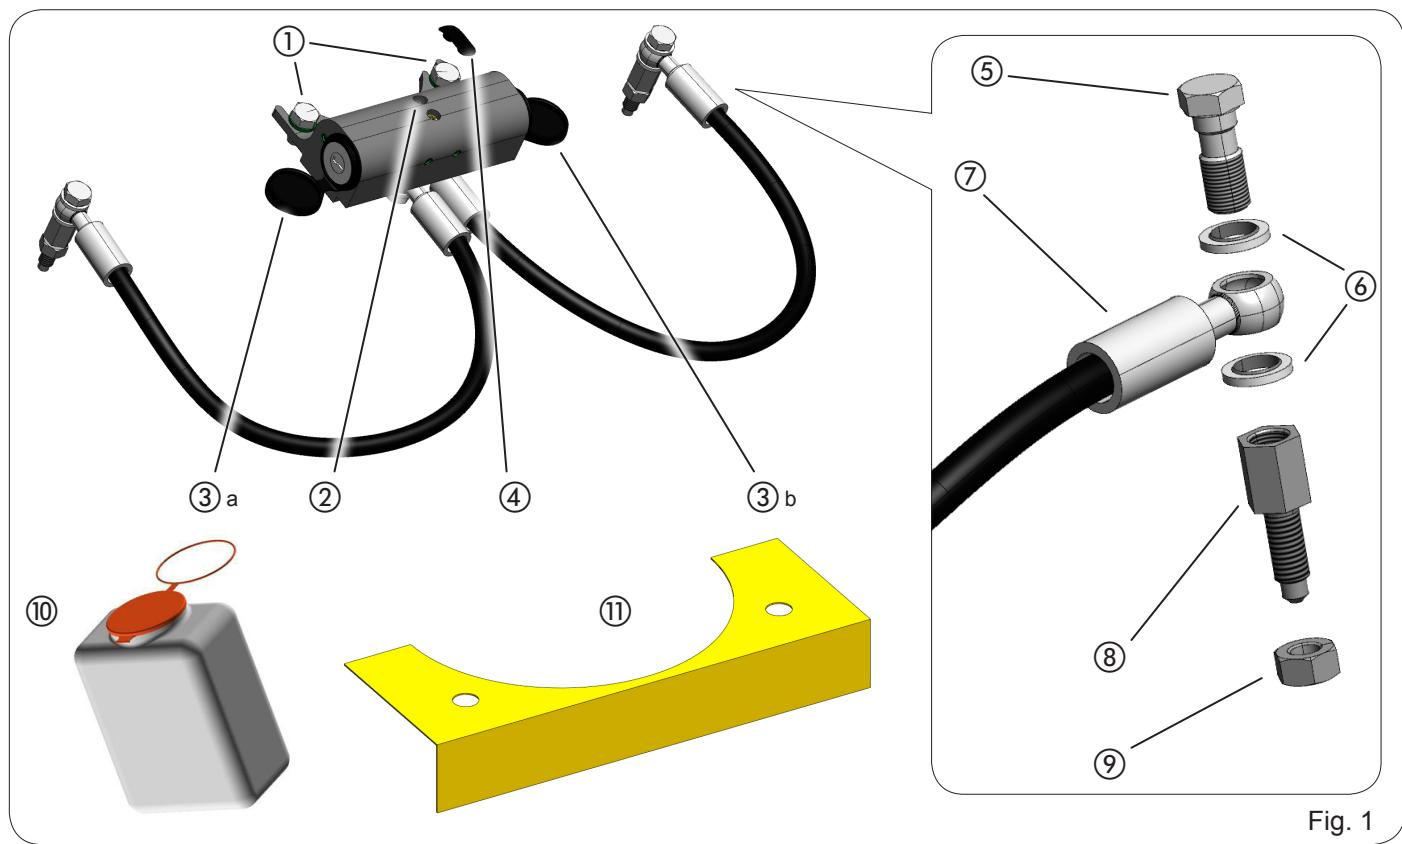

Fig. 1
La descripción de los componentes del desbloqueo hace referencia a la Fig. 1
De beschrijving van de onderdelen van de ontgrendeling betreft Fig. 1
- Retire los racores de purga instalados en el operador y seguidamente conecte los racores suministrados con el sistema de desbloqueo (Fig. 6 ref. ② y Fig. 1 ref. de ⑤ a ⑨), atornillándolos con un par de apriete máximo de 20Nm y sin apretar completamente el conjunto racor/contratuercas en la brida. Una vez fijado el racor, apriete la contratuercas (ref. Fig. 7).
- Conecte el tubo de aceite provisto de las dos juntas y del racor (siguiendo el orden indicado en la Fig. 1, ref. de ⑤ a ⑨ y Fig. 7).
- Verwijder de ontluchtingsaansluitingen die op de aandrijving zijn geïnstalleerd, en sluit de bij het ontgrendelingssysteem geleverde aan (Fig. 6 ref. ② en Fig. 1 ref. ⑤ tot ⑨), en draai ze vast met een koppel van maximaal 20Nm, en draai in ieder geval het geheel aansluiting-vergrendelingsmoer op de flens niet helemaal vast. Draai als de aansluiting is bevestigd de vergrendelingsmoer vast (ref. Fig. 7).
- Sluit de olieleiding samen met de pakkingen en de aansluiting aan volgens de volgorde in Fig. 1, ref. ⑤ tot ⑨ en Fig. 7